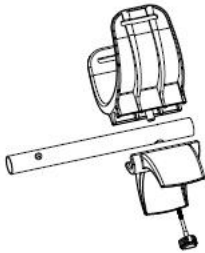

Abb. 4
4. Lösen Sie die Schrauben an der Armstütze, nehmen Sie diese auseinander und befestigen Sie sie am oberen Stab (siehe Abb. 4).